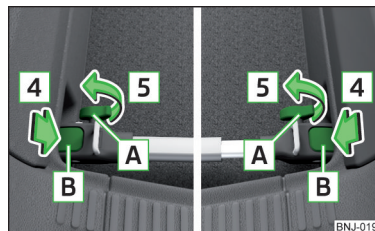

Fig. 96 Montarea suportului transversal: strângerea șuruburilor
- Împingeți suporturile [B] » fig. 96 în sensul săgeții [4] până la fixarea cu un declic.